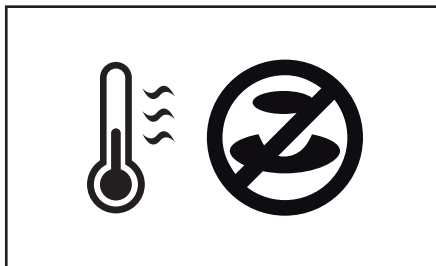

Fig. 4.9 - Icônes de Chauffage/Distribution bloquée
3. Un thermomètre clignotant et l'icône pour "Distribution bloquée" seront affichés sur l'affichage (fig. 4.9).